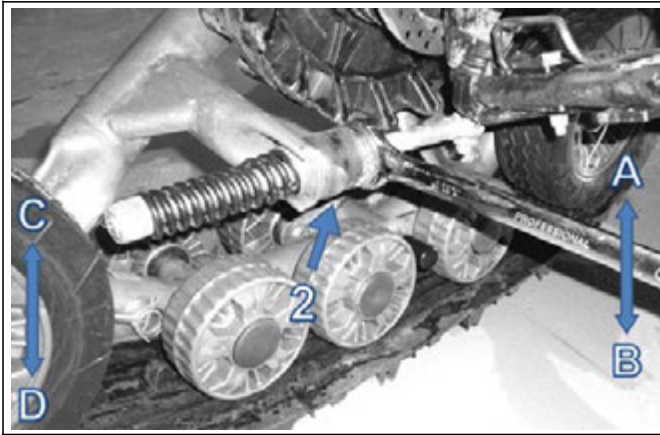

Рис. 5.
- Затянуть гайку (поз.2 на рис.5) так, чтобы узкая металлическая полоса стала на высоте 254 ± 6 мм над опорной поверхностью. С правой стороны поворотом ключа по стрелке А повернуть всю тележку в направлении стрелки С или поворотом ключа по стрелке В повернуть всю тележку по стрелке D (то есть налево).